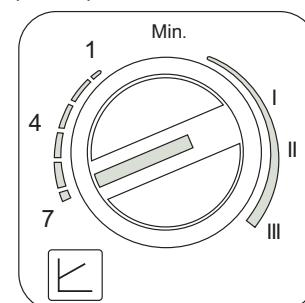

fig. 17
- Waarde Dp-v Proportionele prevalentie (fig. 17)